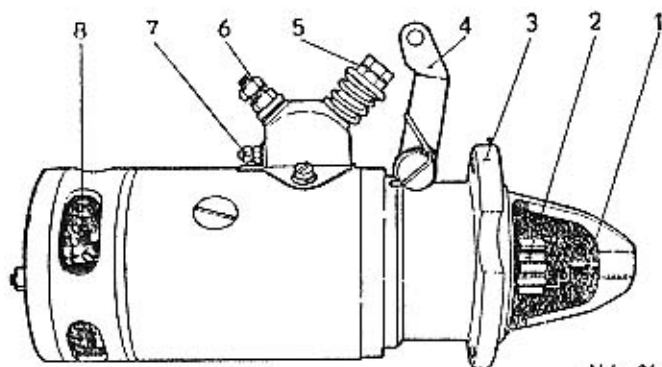

Abb. 94
Dort, wo an der Dynamo der Unterbrecher ist, befinden sich drei Öffnungen unter einem Blechdeckel (1). Auf unserer Abbildung 94 ist der Deckel nicht eingezeichnet.